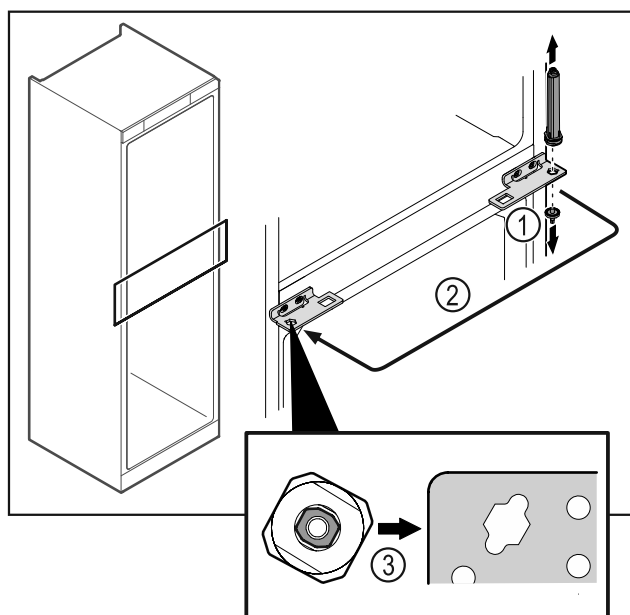

Fig. 49
- Ξεβιδώστε τον πείρο του μεντεσέ Fig. 49 (1).
- Μεταφέρετε το σύστημα κλεισίματος πόρτας Fig. 49 (2).
- Κατά την τοποθέτηση βεβαιωθείτε για τη σωστή ευθυγράμμιση του συστήματος κλεισίματος πόρτας Fig. 49 (3).